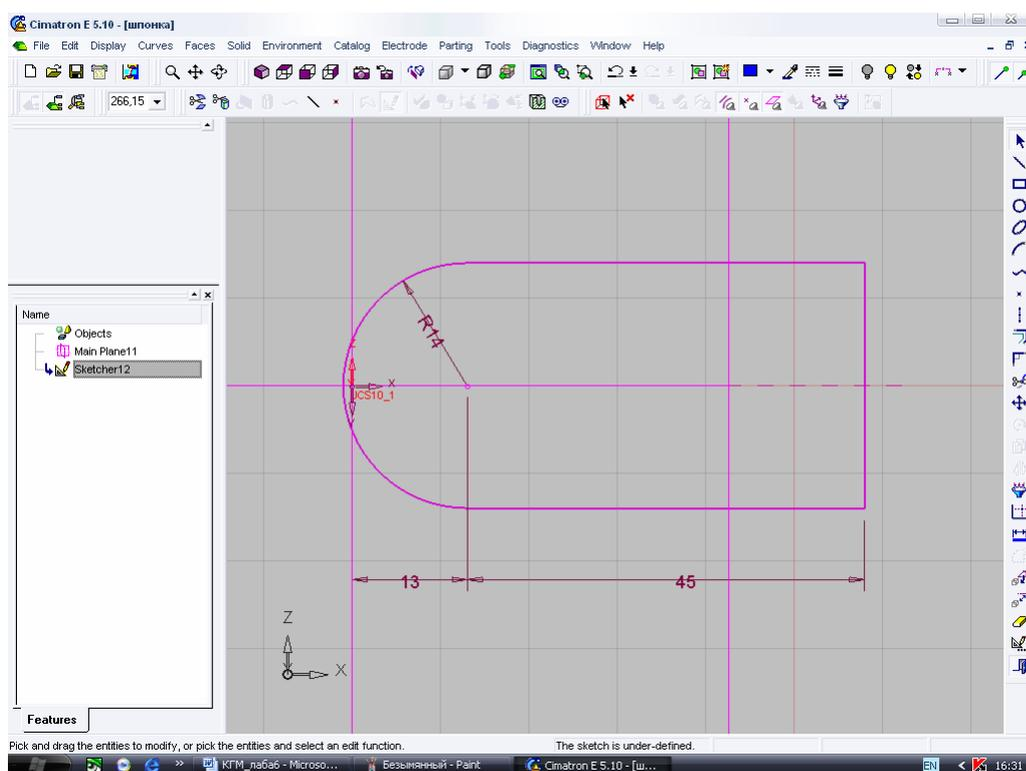

Рисунок 19 - Эскиз контура шпонки
8. Строим 3D-модель шпонки. Для этого выбираем: New > модуль 3D-моделирования. Сохраняем файл Save as «шпонка.elt». Выбираем в пункте меню Environment > Plane > Main Planes и отмечаем пользовательскую систему координат. Подтверждаем выбор плоскостей нажатием ОК. На экране появляются главные плоскости. Выбираем плоскость XZ для эскизирования и входим в Scetcher. Аналогично построению эскиза контура шпоночного паза строим эскиз контура шпонки и образмериваем его (рисунок 19).